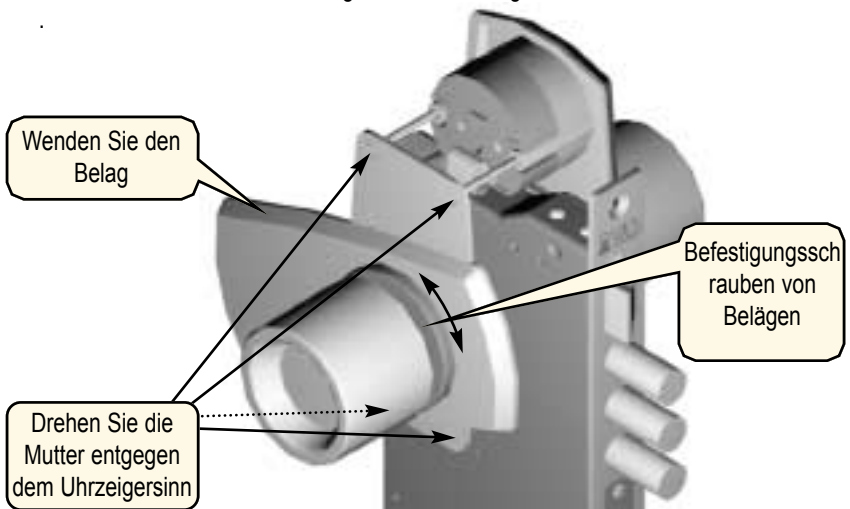

Abbildung 12 - Abnahme des Innenhandgriffs mit dem Belag
5. Drehen Sie die Mutter auf dem Belag für die Innenseite der Tür (Abb. 12) entgegen dem Uhrzeigersinn bis zum Anschlag. Halten Sie dabei den Innenhandgriff des Schloßes fest.